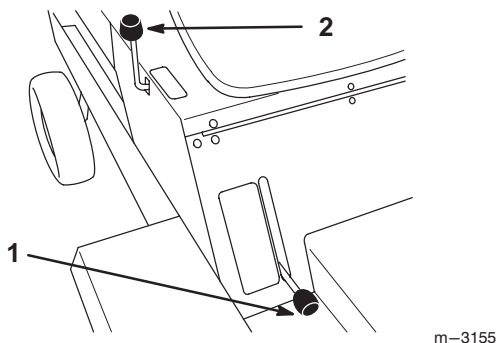

Bild 8
Sie können mit dem Hubhebel (Bild 8) für Zusatzgeräte diverse Zusatzgeräte anheben und absenken.
2. Ziehen Sie den Gerätehubhebel (Bild 8) nach hinten, um die Zusatzgeräte auf die gewünschte Höhe anzuheben.
2. Drücken Sie den Gerätehubhebel (Bild 8) nach vorne, um die Geräte abzusenken.